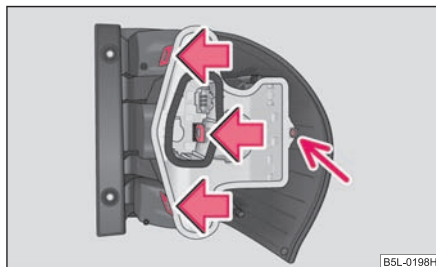

Fig. 244 Demontarea părții centrale a lămpii
- Pentru a ajunge la becuri, deșurubați cu cheia Torx șurubul de siguranță și desprindeți fixajele ⇒ fig. 244.
- Așezați suportul din material plastic în unitatea de iluminat, până când fixajele se fixează cu zgomot și înșurubați șurubul de siguranță cu cheia Torx ⇒ fig. 244.